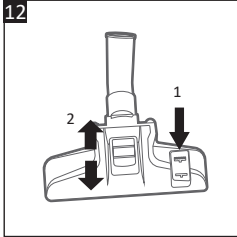

Rys. 11
- Jeśli szczotkę do podłóg (18) trudno jest przesuwając po podłodze lub dywanie, siłę zasysania można również wyregulować regulatorem siły zasysania (8) na uchwycie węża zasysającego (Rys. 11). Aby dokonać regulacji, przesunij przełącznik w górę lub w dół.